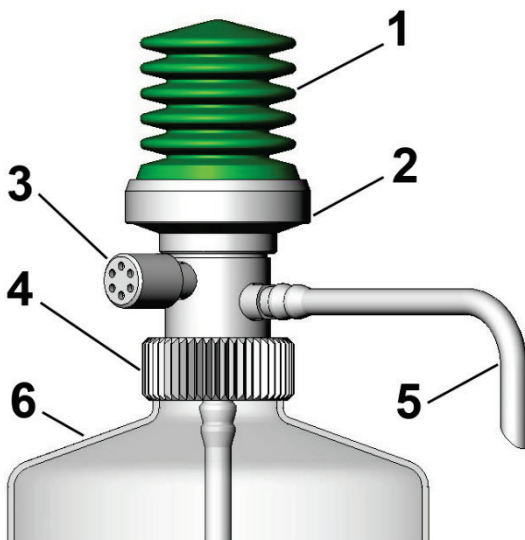

Рисунок 1
- 5.1. Перекачивающая система ПЭ-3010 (Рисунок 1) состоит из насоса-сильфона 1, корпуса 2, декомпрессора с поворотной головкой 3, накидной гайки 4, и продуктопровода 5.